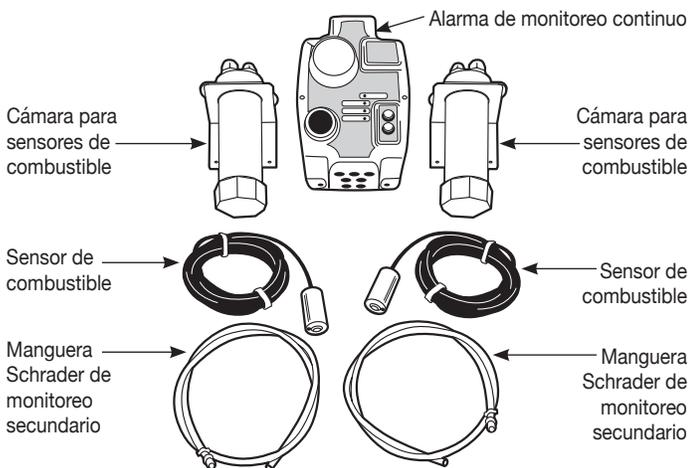

Figura 20-1
- (2) Mangueras Schrader de monitoreo secundario (Figura 20-1)